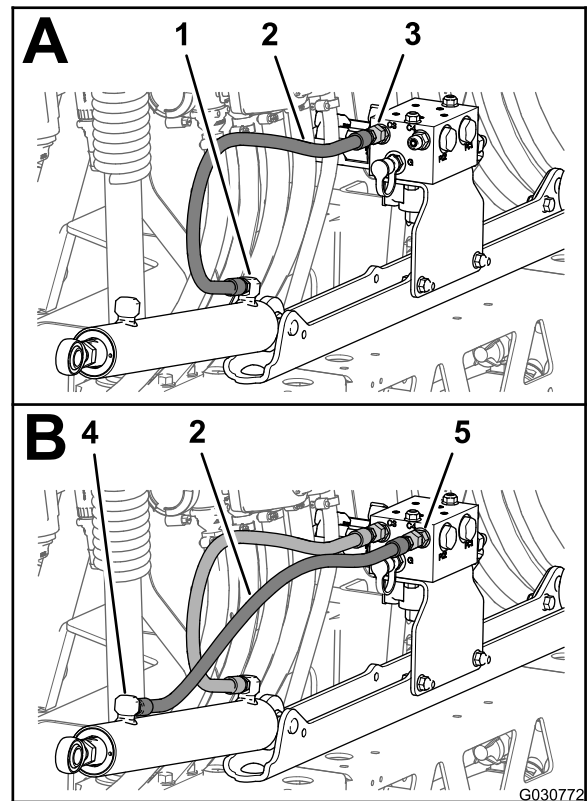
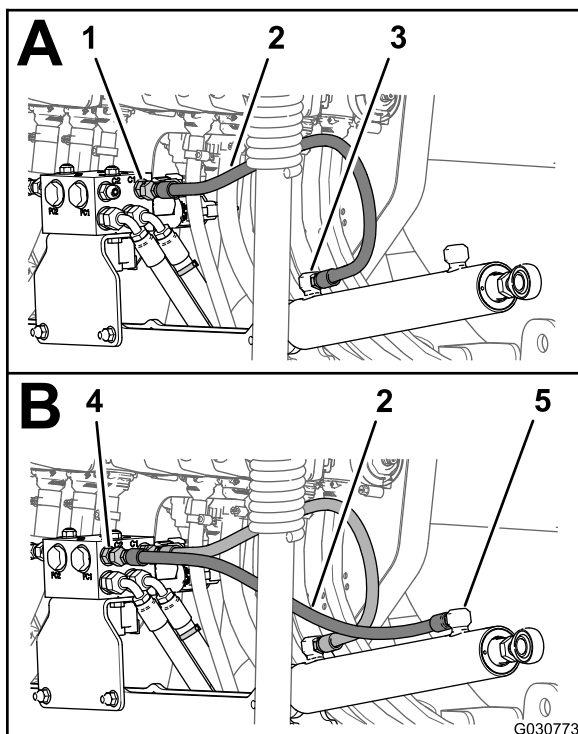

Bild 95
Bild 96
1. Montieren Sie einen neuen Hydraulikschlauch (1/4" x 24-3/4") lose zwischen dem Ausfahranschluss des linken Auslegerhubzylinders und Anschluss C3 des Auslegerhubverteilers (**Bild 95**).
2. Montieren Sie einen neuen Hydraulikschlauch (1/4" x 24-3/4") lose zwischen dem Rückzuganschluss des linken Auslegerhubzylinders und Anschluss C4 des Auslegerhubverteilers (**Bild 95**).
3. Montieren Sie einen neuen Hydraulikschlauch (1/4" x 24-3/4") lose zwischen dem Ausfahranschluss des rechten Auslegerhubzylinders und Anschluss C1 des Auslegerhubverteilers (**Bild 96**).
- Montieren Sie einen neuen Hydraulikschlauch (1/4" x 24-3/4") lose zwischen dem Rückzuganschluss des rechten Auslegerhubzylinders und Anschluss C2 des Auslegerhubverteilers (Bild 96).
- Ziehen Sie die Schlauchanschlussstücke an den Ausfahr- und Rückzuganschlüssen der Hubzylinder (Bild 95 und Bild 96) bis auf 21-26 Nm an.
- Ziehen Sie die Überwurfmutter der Schläuche am Auslegerhubverteiler (Bild 95 und Bild 96) bis auf 24-30 Nm an.